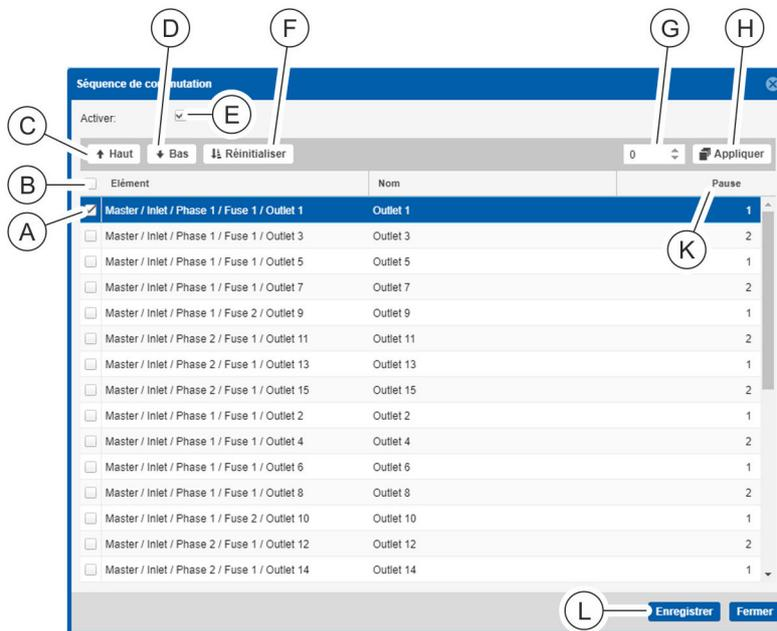

Fig. 143 : Configurer la séquence de commutation
1. Avec le menu « Configuration » → « Séquence de commutation », ouvrir le masque « Séquence de commutation » (Fig. 143).
2. Si besoin, sélectionner la case à cocher « Activer » pour activer la séquence de commutation (Fig. 143 / (E)).
3. ➤ Trier les prises dans l'ordre désiré. Pour ce faire, sélectionner les prises à l'aide de la case à cocher (Fig. 143 /Ⓐ) et les déplacer à l'aide des touches « Haut » (Fig. 143 /Ⓒ) et « Bas » (Fig. 143 /Ⓓ) ou par glisser-déposer.
4. ➤ Si nécessaire, définir un temps d'attente pour les différentes prises, qui démarre après la commutation des prises. Pour ce faire, sélectionner une prise dans la liste et entrer le temps d'attente souhaité en secondes dans le champ sélectionné de la colonne Pause (Fig. 143 /Ⓚ).
5. ➤ En cas de sélection multiple dans le champ de saisie (Fig. 143 /Ⓛ), indiquer un temps d'attente en secondes et le reprendre à l'aide du bouton « Appliquer » (Fig. 143 /Ⓜ).
- ⇒ Le temps d'attente réglé est indiqué dans la colonne « Pause » (Fig. 143 /Ⓚ).
6. ➤ Si besoin, cliquer sur la touche « Réinitialiser » (Fig. 143 /Ⓟ) pour trier de nouveau la liste des prises et réinitialiser le temps d'attente.
7. ➤ Appuyer sur le bouton « Enregistrer » (Fig. 143 /Ⓡ) pour enregistrer le réglage.